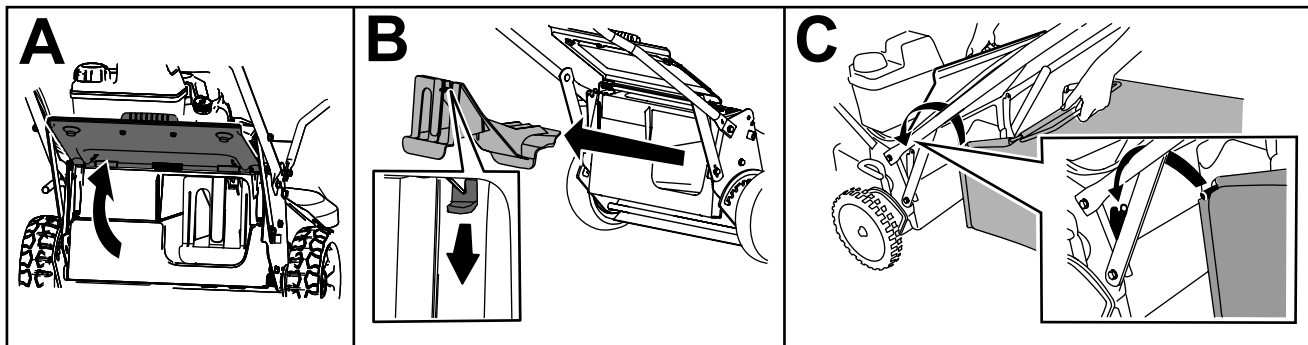

Bild 21
1. Heben Sie das hintere Ablenkblech an und halten Sie es hoch (A in Bild 21).
2. Drücken Sie zum Entfernen der Heckauswurflappe den Riegel mit dem Daumen nach unten und ziehen die Klappe aus der Maschine (B in Bild 21).
3. Setzen Sie die Fangkorbstange in die Kerben an der Unterseite des Holms ein und bewegen den Fangkorb nach vorne und hinten, um sicherzustellen, dass die Stange richtig in den Kerben sitzt (C in Bild 21).